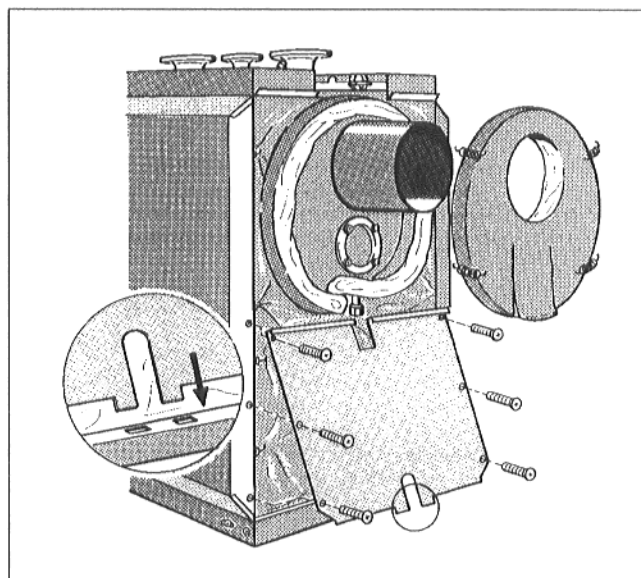

Fig. 15
- Poser le calorifugeage du collecteur de fumées sur la surface de ce dernier et la fixer à l'aide de 4 ressorts tendeurs à la bande d'isolation (Fig. 15).
- Insérer les deux languettes de la face inférieure de la paroi arrière dans les fentes de la baguette arrière du cadre et les fixer sur les rebords des faces latérales à l'aide de vis Parker (Fig. 15).